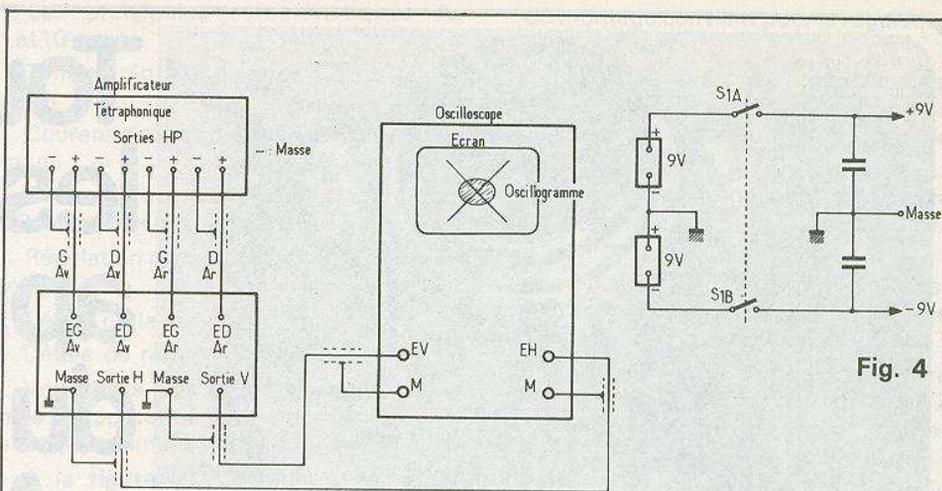

Fig. 2
Il faut par conséquent, que l'oscilloscope possède ces deux entrées. Tous les oscilloscopes sont munis d'une entrée de déviation verticale (dite improprement entrée « verticale ») mais nombreux sont les oscilloscopes qui ne possèdent pas d'amplificateur « horizontal », la déviation horizontale étant généralement effectuée par des signaux de base de temps. A la **figure 2**, on indique le mode de branchement du « vérificateur » à l'oscilloscope. Voici maintenant quelques détails sur le montage proposé.
Revenons à la **figure 2**. Pour effectuer la vérification, il sera nécessaire de recourir à six cordons coaxiaux type BF, dont deux relient les quatre sorties de la chaîne téraphonique aux entrées de l'appareil de vérification et deux pour relier les deux sorties de cet appareil, aux entrées des amplificateurs V et H de l'oscilloscope.
A) Connecter les câbles comme indiqué à la figure 2 ; ne pas perdre de vue que les sorties de la chaîne tétraphonique sont celles des haut-parleurs, ces derniers **resteront connectés**. Ne pas oublier les connexions de masse.